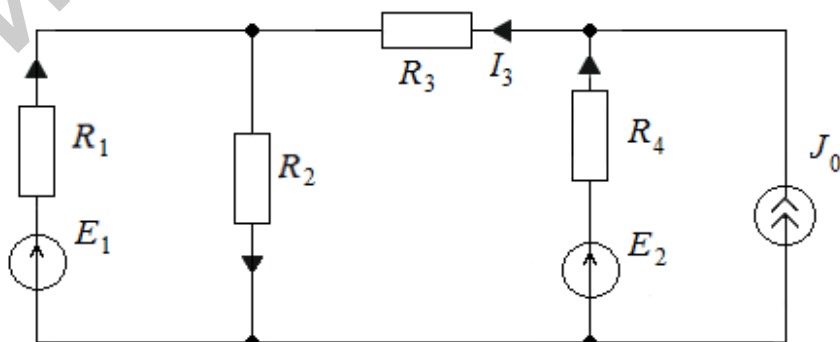

Рис. 147
80. Определить токи в цепи методом преобразования (рис. 147), если $E_1 = 50 \text{ В}$; $E_2 = 40 \text{ В}$; $J_0 = 4 \text{ А}$; $R_1 = 10 \text{ Ом}$; $R_2 = 20 \text{ Ом}$; $R_3 = 10 \text{ Ом}$; $R_4 = 25 \text{ Ом}$.